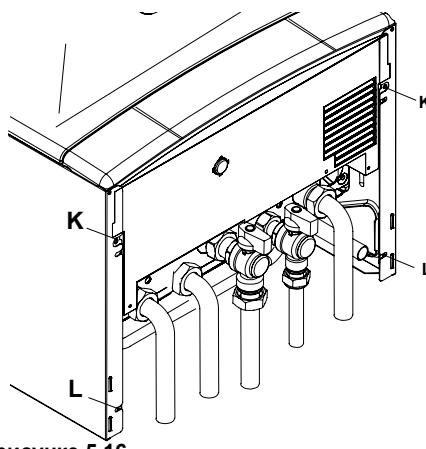

рисунок 5.16
- Отверните болты K и ослабьте болты L (рисунок 5.16)